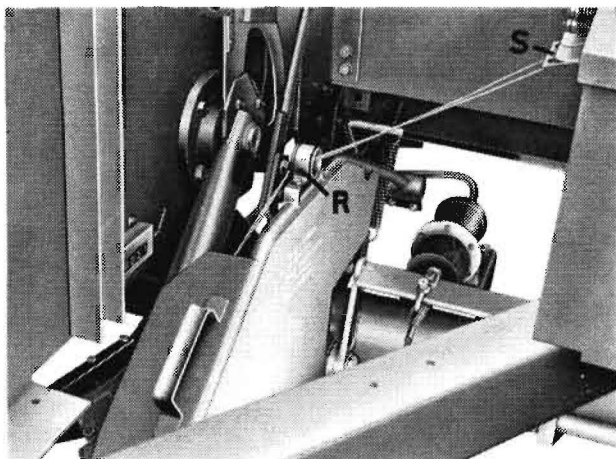

Bild 22
3. beide Fäden durch die Porzellanöse (R) auf dem Nadelschutz (Bild 22)